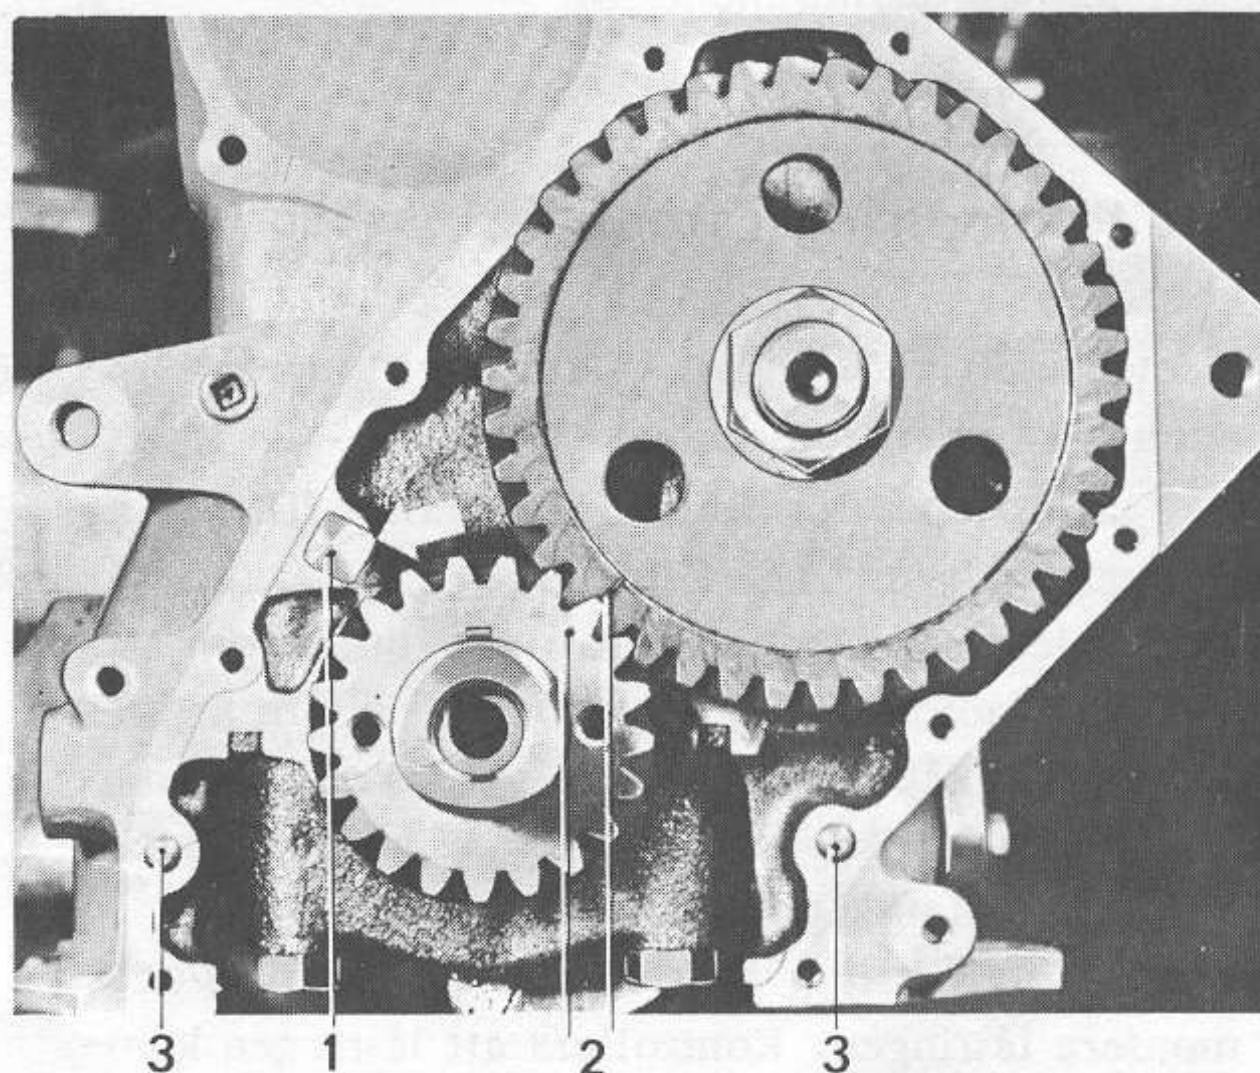

Bild C14 Märkning på transmissionshjul(6-cyl. motor)
4. Drag av vevaxeldrevet med avdragare SVO 2822. Skruva ur oljemunstycket, blås rent och montera det åter enligt bild C14. Transmissionen erhåller smörjning av oljan från munstycket.